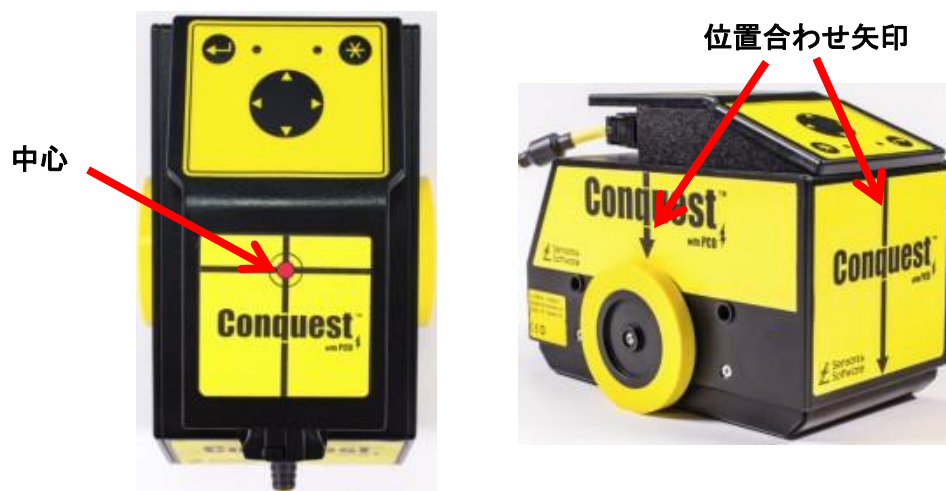

Fig. 3-16: 「センサー・ヘッド」は各方向の頂部を横切り、両サイドの下方に引かれた 4 つの矢印と共に、中心に赤いドットを備えている。これらの矢印はデータ収集のために、「センサー・ヘッド」を正しく位置合わせするのに役立つ。
- **位置合わせ矢印:** 「センサー・ヘッド」はユニットの中心に前部、後部及び両サイドに引かれたラインと矢印と共に、赤いドットを備えています。Conquest Line 及び Grid Scans 上の位置は常に「センサー・ヘッド」の中心に基づいているため、「センサー・ヘッド」をラインの始まりに正しく位置合わせするうえで、ドットと矢印は重要です (Fig. 3-16)。